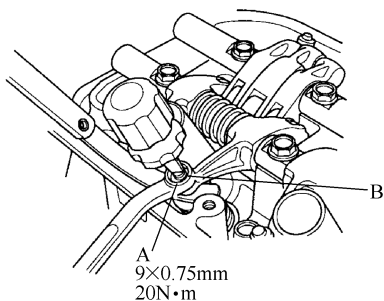

图 2-30 气门间隙调整
5) 如果感到阻力太大或太小, 松开防松螺母 (A) 并旋转调整螺钉 (B), 直到拖动塞尺时产生的阻力适当为止, 见图 2-30。